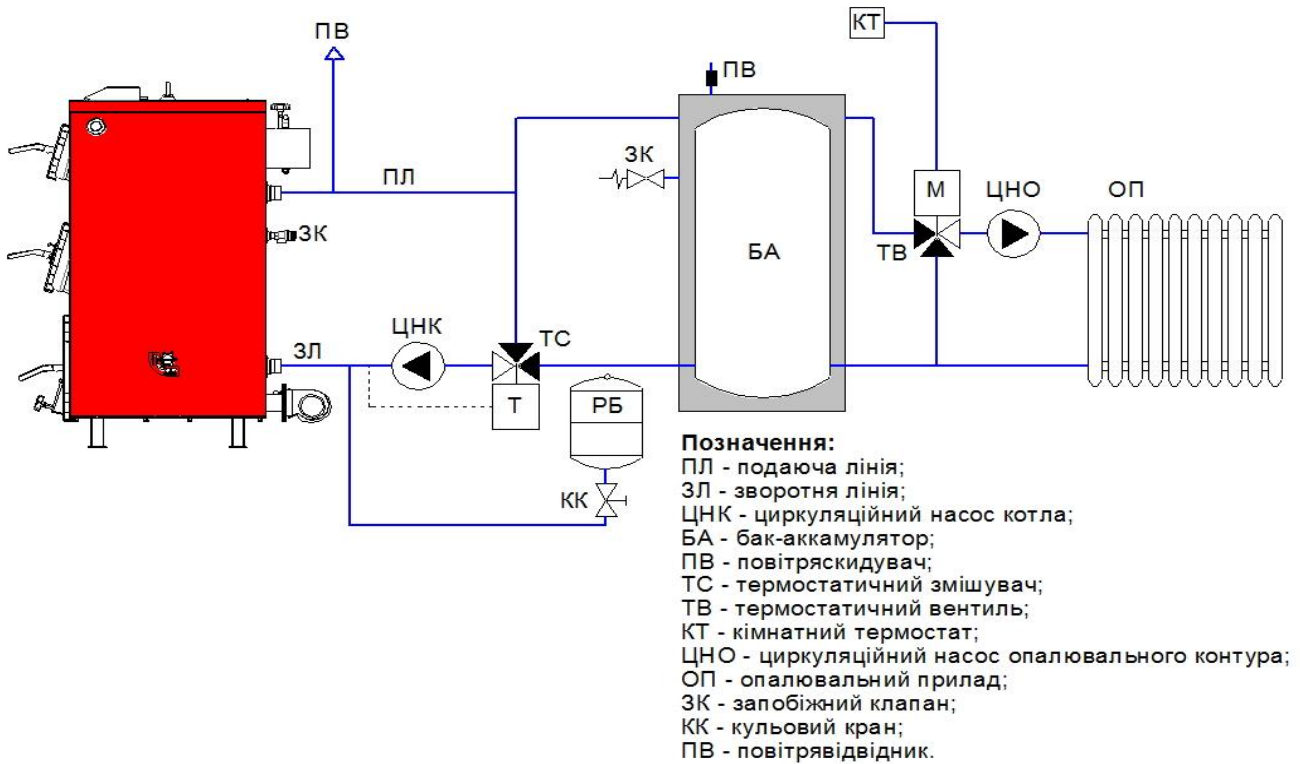
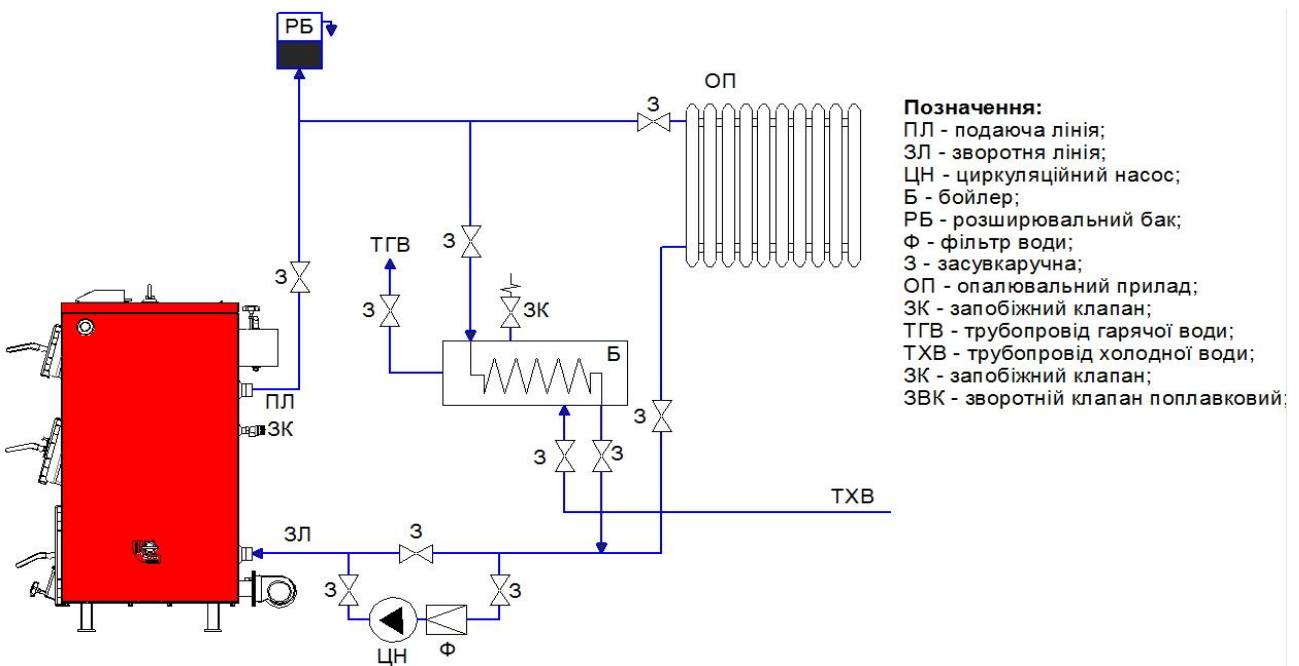

Рис.7 Схема обв'язки котла з баком акумулятором (рекомендована)
Рис.8 Схема обв'язки котла з бойлером (рекомендована)
7.5.4. Типові схеми обв'язки котла наведені на Рис.7, Рис.8